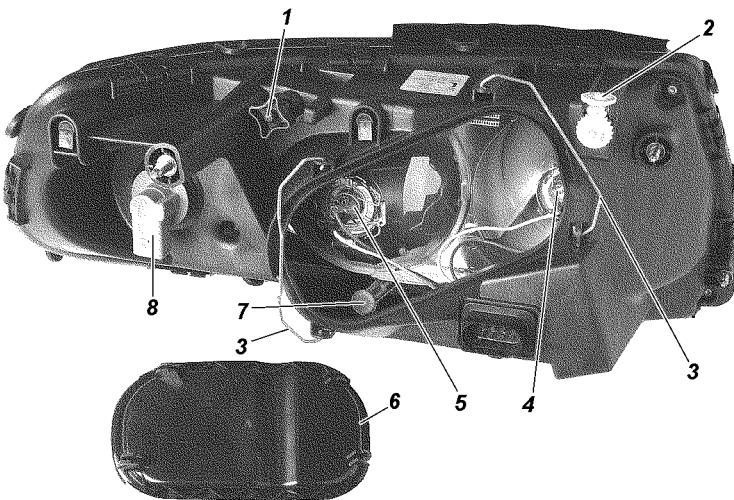

Рис. 9.41. Фара:
3. Включите ближний свет фар и, поочередно закрывая каждую фару, вращением регулировочного винта 1 (рис. 9.41) и регулировочной шестерни 2 добейтесь, чтобы светотеневая граница слева от точек Е и Е' совпадала с линией 1, а справа - с линиями 2 и 2' для левой и правой фар соответственно. Точки перелома светотеневой границы должны совпадать с точками Е и Е'.
Замена ламп фар. Для замены лампы указателей поворота снимите колодку с патрона 8 (см. рис. 9.41), поверните патрон